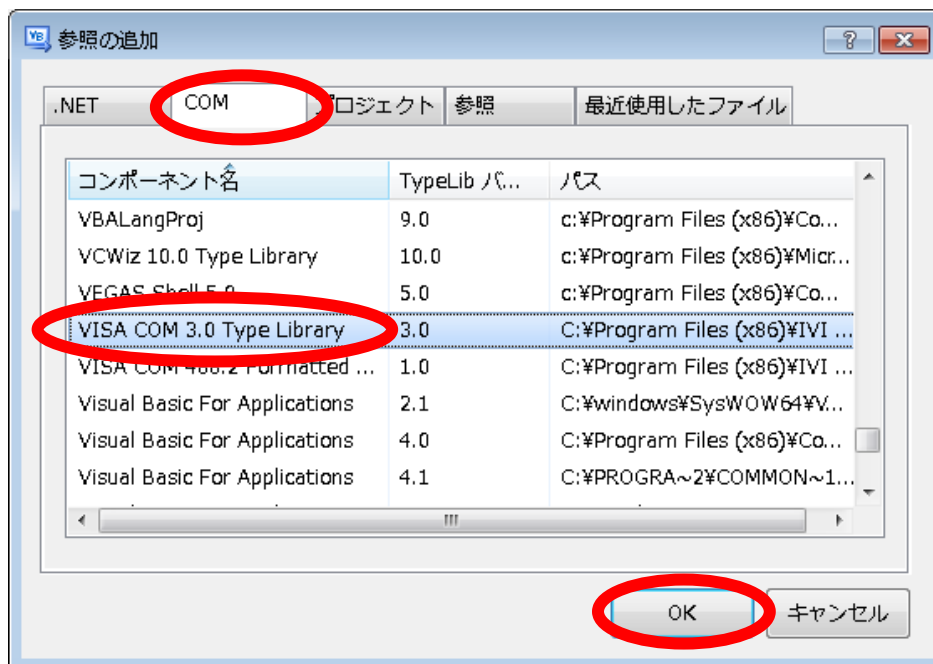

図 8 VISA COM 3.0 Library の追加(Visual Basic)
## ③ COM ライブラリから VISA COM 3.0 Library を選択して OK ボタンを押します。(図 8 参照)